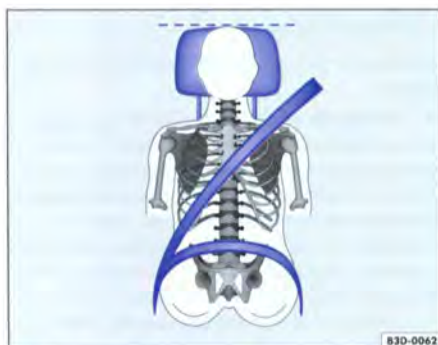
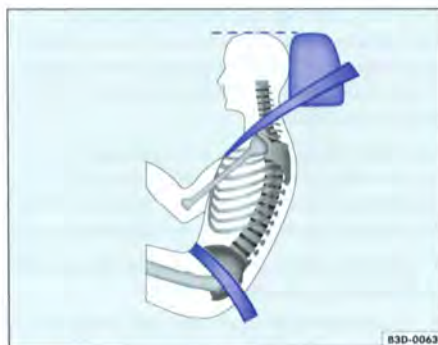

Fig. 49 Vue de face : appuie-tête convenablement réglé et ceinture correctement ajustée
Fig. 50 Vue de côté : appuie-tête convenablement réglé et ceinture correctement ajustée
- Réglez l'appuie-tête de telle manière que son bord supérieur soit à la même hauteur que la partie supérieure de votre tête ⇒ fig. 49 et ⇒ fig. 50.